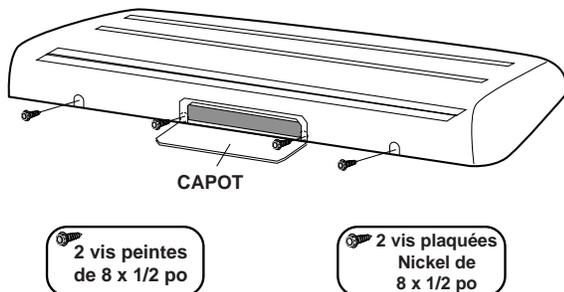

Fig. 10 — Serrer la batterie ventilée sur le support de montage.
Pour les modèles 30, 36 – Ouvrir le capot situé à la base de l'appareil comme indiqué à la Figure 10.
- Serrer les deux vis situées sous le capot (voir la Figure 10).